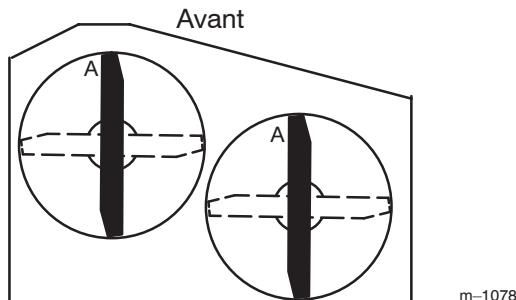

**Figure 42**
- Inspectez les tranchants des lames (Fig. 42). Si les lames ne sont pas tranchantes ou si elles présentent des indentations, déposez-les et aiguisez-les (voir Aiguisage des lames, page 37).
- Inspectez les lames, surtout la partie incurvée (Fig. 42). Remplacez immédiatement toute lame endommagée, usée ou qui présente une entaille (repère 3 de la Fig. 42).